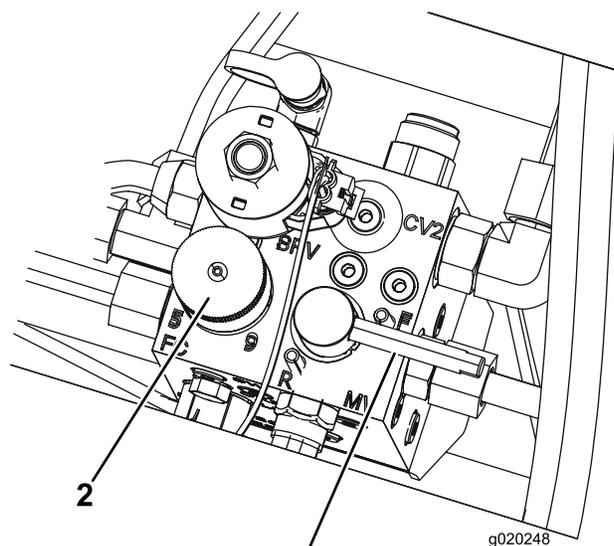

图 85
5. 将滚刀速度控制杆设置为位置 1 图 85。
6. 将倒磨控制杆移至 R 倒磨位置 图 85。